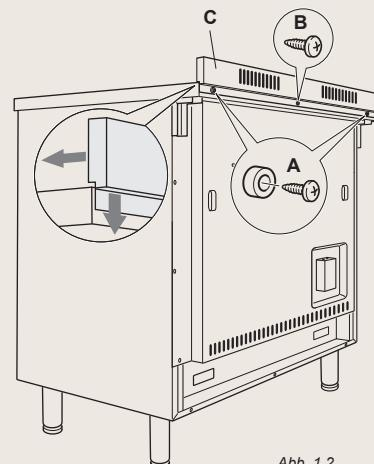

Abb. 1.2
Vor dem Aufstellen des Herds zunächst die hintere Schutzabdeckung "C" montieren (Abb. 1.2).
- \* Die Bolzen "A" (Abb. 1.2) abnehmen; dazu die Befestigungsschrauben abschrauben.